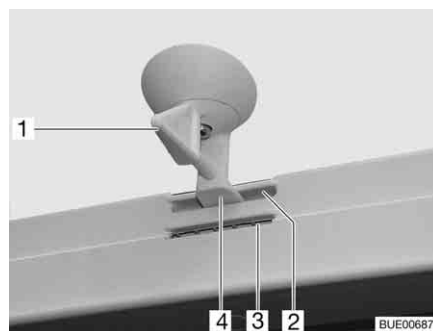
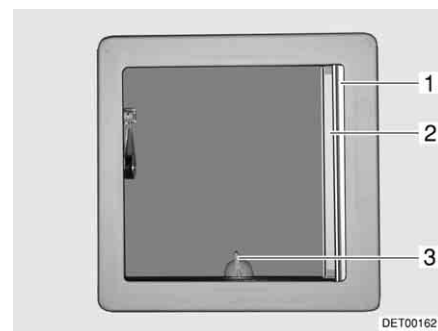

Fig. 75 Oblò inclinabile, bloccaggio
Fig. 76 Oblò inclinabile
- Ruotare la leva (Fig. 75,1 o Fig. 76,3) di un quarto di giro.
- Girare la leva di un quarto di giro. Il bloccaggio (Fig. 75,4) deve entrare nella feritoia inferiore (Fig. 75,3).
- Girare la leva di un quarto di giro. Il bloccaggio (Fig. 75,4) deve entrare nella feritoia superiore (Fig. 75,2).
- Tirare la tendina oscurante pieghevole (Fig. 76,1) fino alla posizione desiderata e rilasciare. La tendina oscurante pieghevole rimane in questa posizione.
- Estrarre la zanzariera a rullo (Fig. 76,2) fino a quando non scatta il bloccaggio dalla parte opposta.